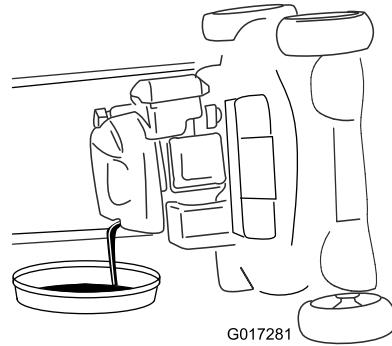

Figura 33
4. Incline o cortador para o lado (de forma a que o filtro de ar fique voltado para cima) para drenar o óleo utilizado para fora do tubo de enchimento do óleo (Figura 33).